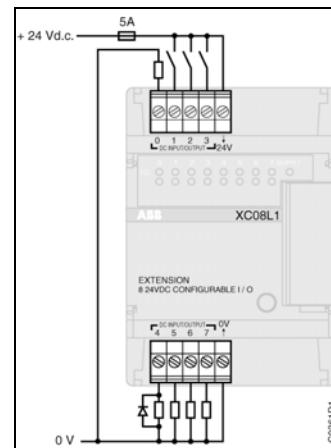

Figura 4-20: Extensión XC 08 L1
3.3. Extensión XC 08 L1 (ver Figura 4-20)